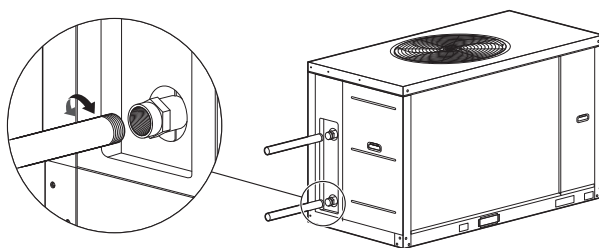

Fig.8-23 Modo de ligação do tubo do KEM-30 DRS4.1
h) Os tubos e as válvulas de derivação, tal como apresentados na Fig. 8-23, devem ser montados para o permutador de calor para facilitar a limpeza da parte exterior do sistema da passagem de água antes de a unidade ser regulada. Durante a manutenção, a passagem da água do permutador de calor pode ser cortada sem perturbar outros permutadores de calor.